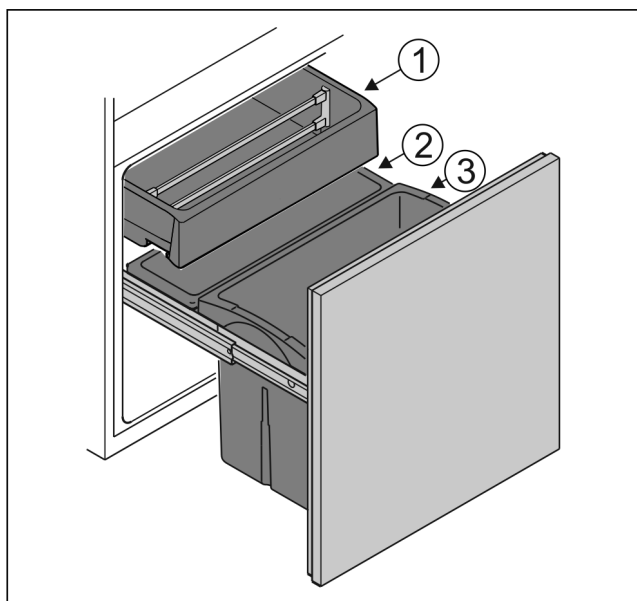

Fig. 68
- Bac Fig. 68 (1): Conserver les légumes et les fruits tropicaux non emballés.
- Bac Fig. 68 (2): Conserver les petits fruits et légumes non emballés.
- Bac Fig. 68 (3): Conserver les bouteilles individuelles.